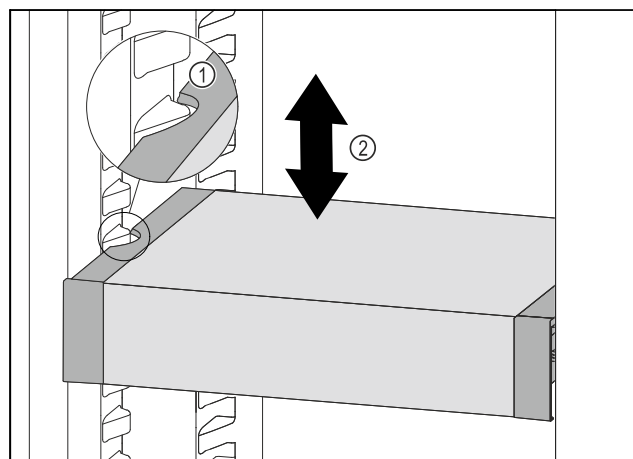

Fig. 105
- Tire del VarioSafe hacia delante hasta que los huecos laterales del VarioSafe se encuentren a la altura de la nervadura del recipiente en el compartimento del frigorífico. Fig. 105 (1)
- Mueva el VarioSafe hacia arriba o hacia abajo en el compartimento del frigorífico hasta alcanzar la altura deseada. Fig. 105 (2)